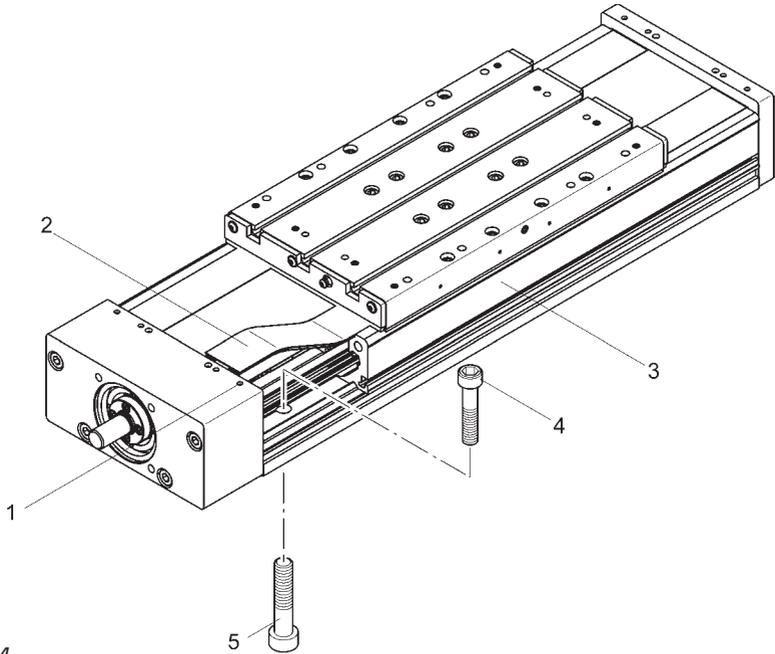

Figure 4
1. **Figure 4:** desserrer le dispositif de blocage (1) de la bande de recouvrement externe.
2. Soulever la bande de recouvrement (2) et desserrer la vis de fixation (4) correspondante.
1. **Figure 4:** desserrer la vis de serrage (5) correspondante.